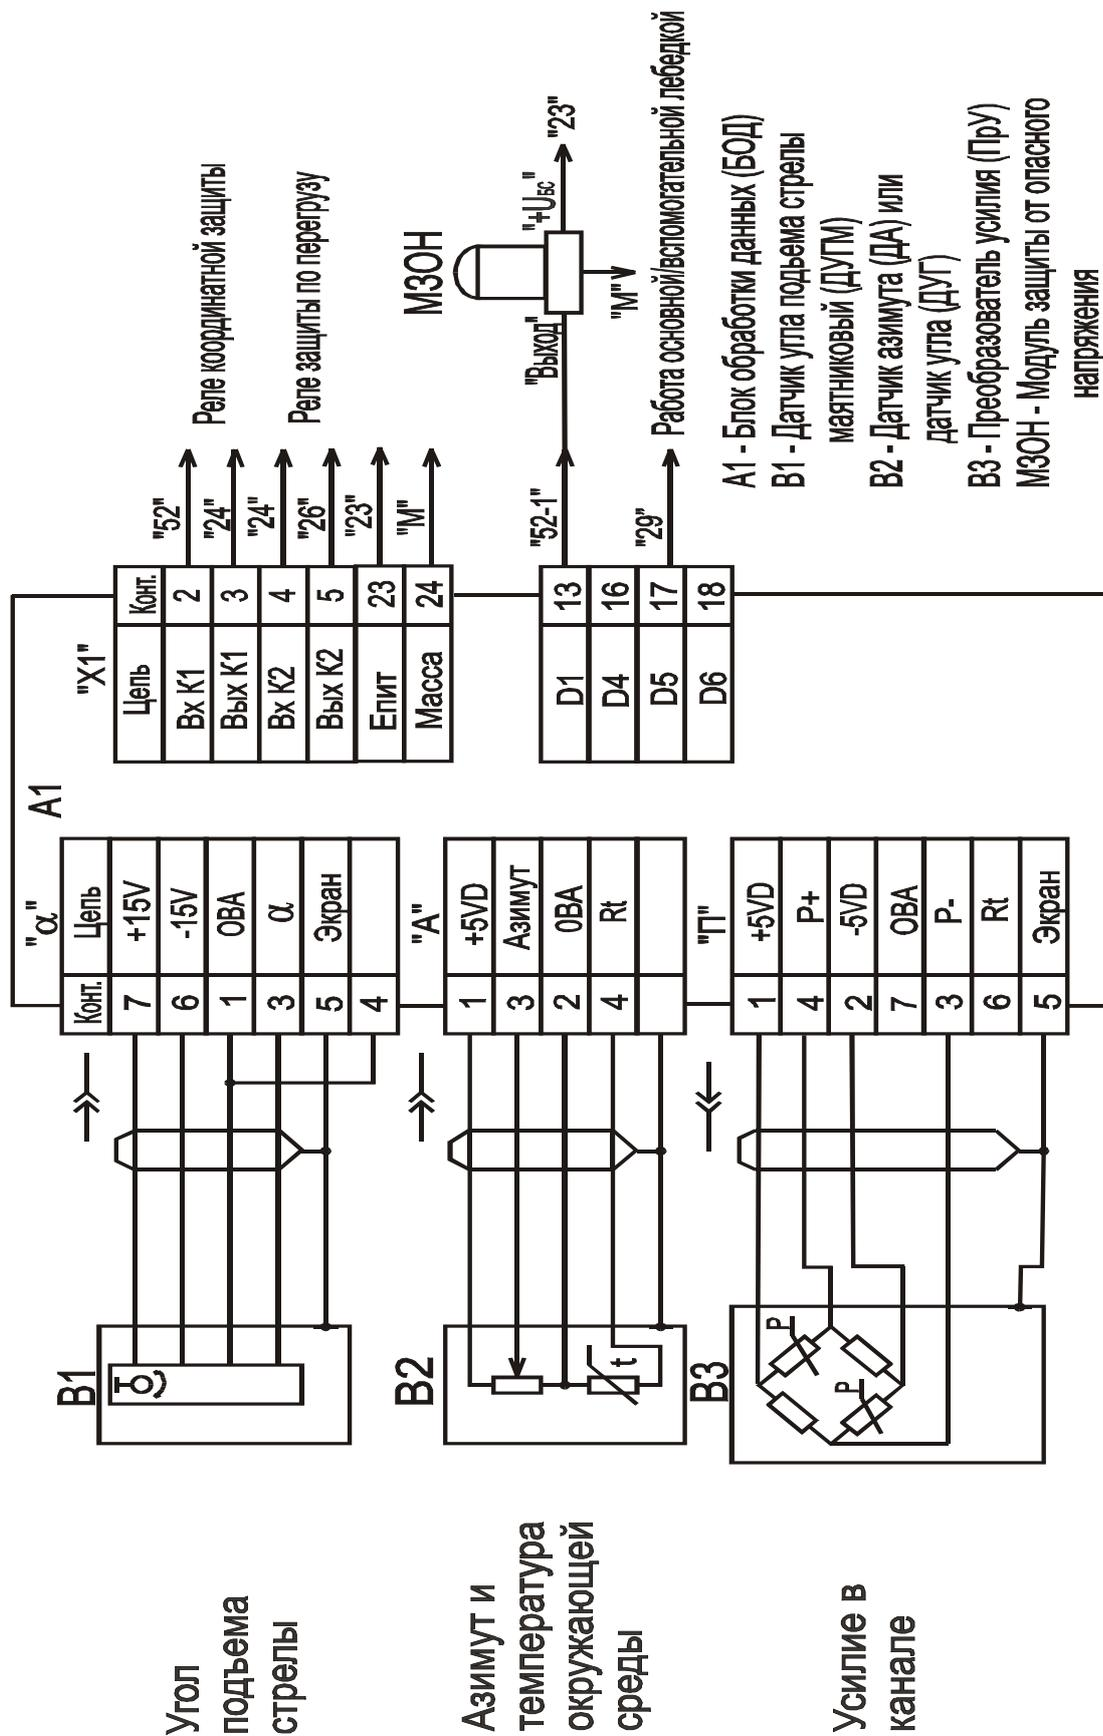

Рисунок 2 - Схема включения ОНК-140 на кране
1.4.2 БОД подключается к системе управления крана (см. рисунок 2) посредством разъемов: через разъем X1 БОДа проходят цепи управления исполнительными механизмами, цепи питания изделия, сигналы с концевых выключателей, связанных с ручками управления крана; датчики подключаются к прибору через индивидуальные разъемы.